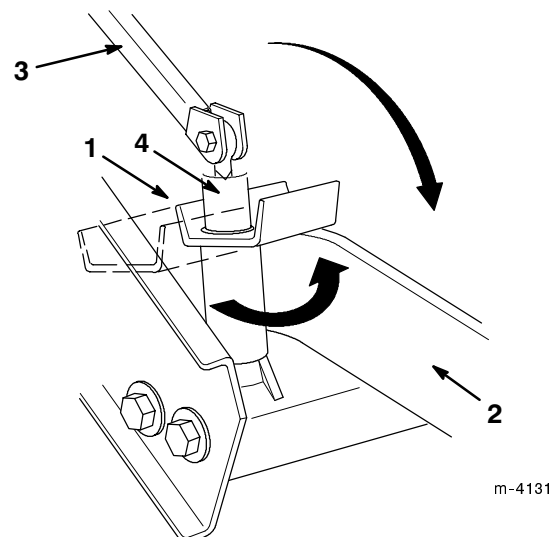

Abbildung 9
10. Die Hubarmklemmen über die Hubarme schwenken und sichern, indem die Klemmhebel nach unten und nach hinten gezogen werden (Abb. 9).